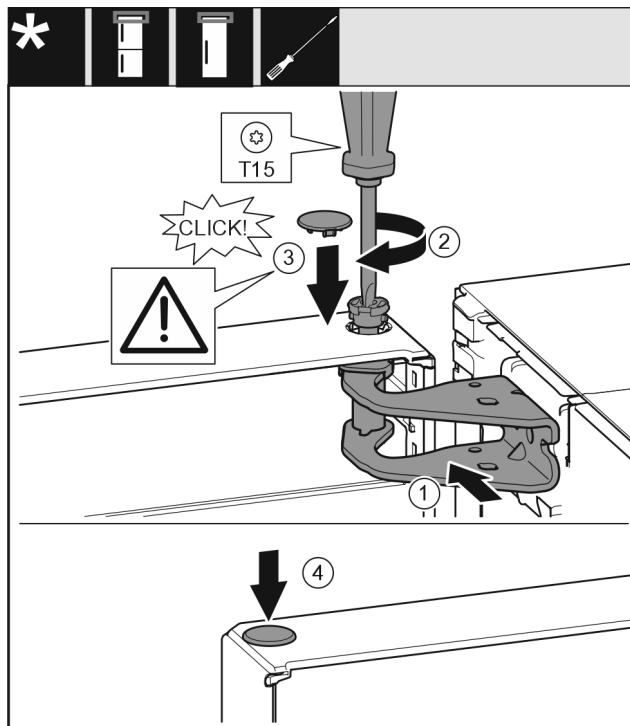

Fig. 26
- Fig. 26 (1)
- Vložte čep Fig. 26 (2) a pevně jej utáhněte šroubovákem.
- K zajištění dveří namontujte bezpečnostní kryt Fig. 26 (3): Bezpečnostní kryt nasad'te a zkontrolujte, zda přiléhá na dveře. V opačném případě čep zcela zasuňte.
- Vložte zátku Fig. 26 (4).